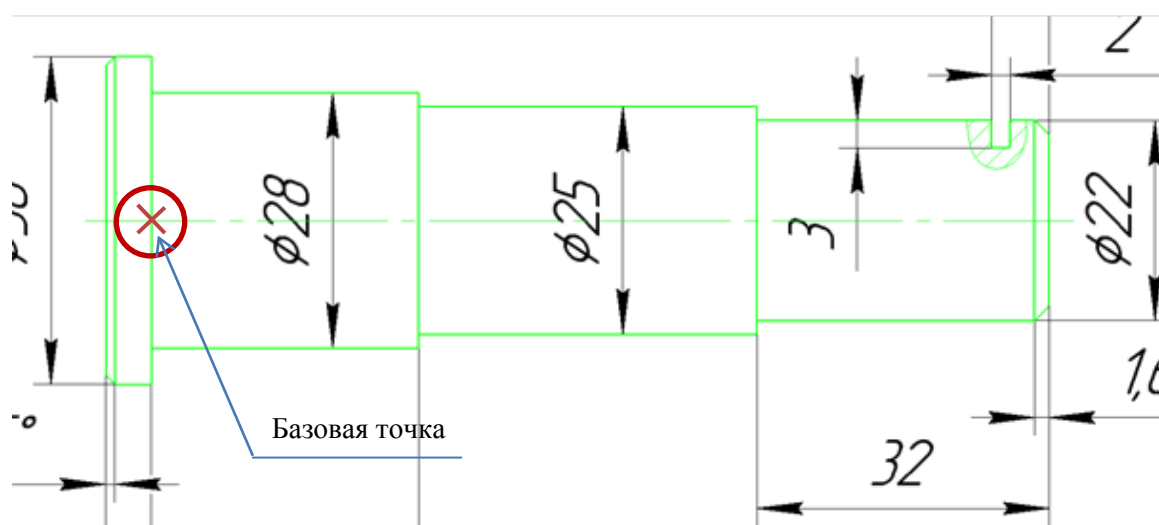

Рис. 4.7. Базовая точка для копирования изображения детали «Ось»
- Укажите базовую точку, как показано на рис. 4.7.